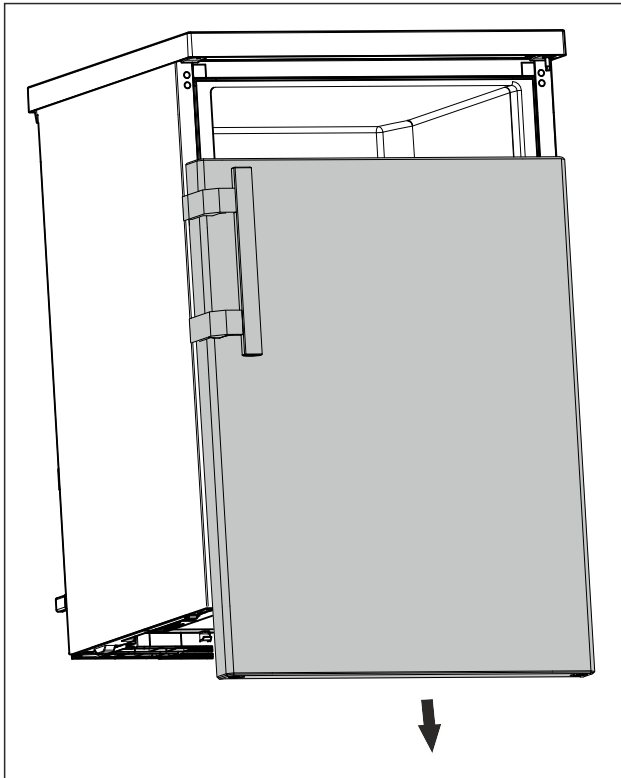

Fig. 17
- Снимите дверь движением вниз. (см. Fig. 17)